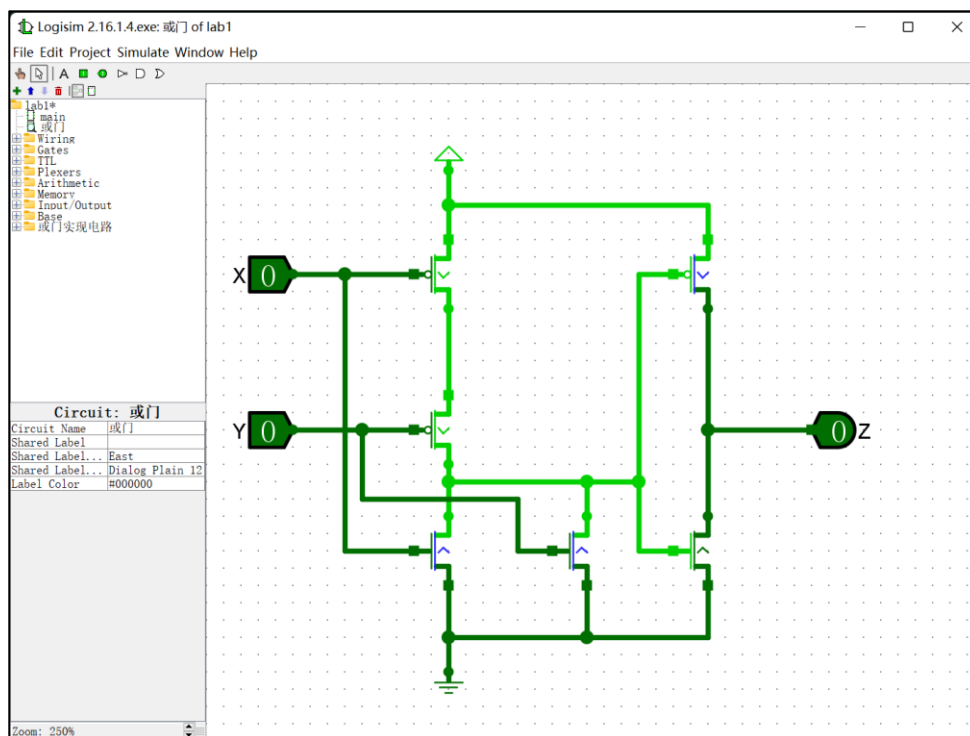

图 1.9 实现或门电路时的连线图
3) 添加连线, PMOS 晶体管的源极接电源, NMOS 的源极接地线, 门极和漏极并联。如图 1.9 所示, 根据原理图对或非门和非门进行级联。